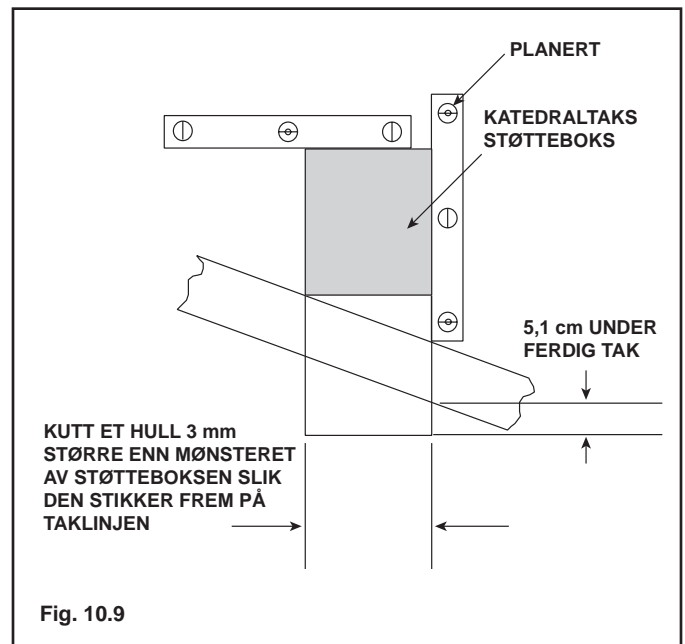

Fig. 10.9
- Senk støtteboksen gjennom hullet i taket inntil bunnen av den er minst 5,1 cm under taket (Fig. 10.9)